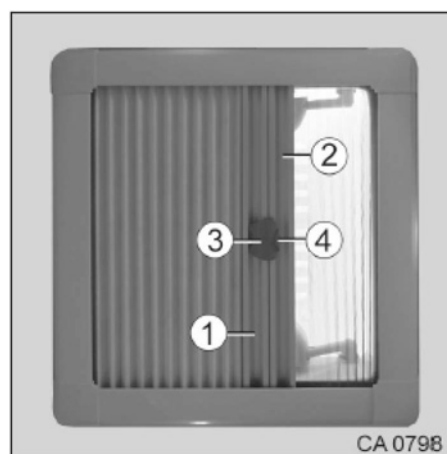

Fig. 80 Stores sur le lanterneau
1. Déplacer le store occultant (Fig. 80/1) ou le store moustiquaire (Fig. 80/2) en les tenant aux poignées.
2. Accoupler les deux stores avec la poignée (Fig. 80/3).
3. Pour les désaccoupler, appuyer sur le bouton (Fig. 80/4) et faire basculer la poignée (Fig. 80/3).
4. Détacher la moustiquaire (Fig. 80/2) du store occultant (Fig. 80/1).